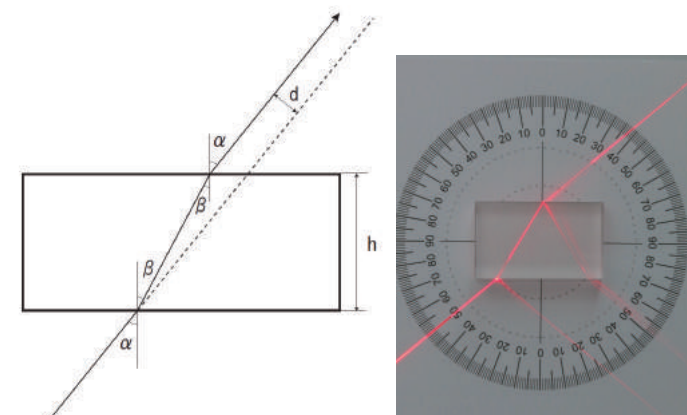

図4：長方形アクリル体での光線のズレ
- ①、水平な台かホワイトボード上に半円アクリル体(大)を角度板(番号F)の角度が読みやすいように設置します。5光線レーザーは光線が1本になるよう設定し、半円体の中心に当たるように設置します。
- ②、最初は半円体の水平面に光線が当たるようにし、反射角と屈折角を様々な入射角で測定します。(このセットのアクリル屈折率は、赤色レーザーで空気→アクリルの時に約1.46です。)
- ③、半円体の円弧に垂直に光線が当たるようにしてアクリル→空気での屈折角を様々な入射角で測定します。この時の屈折率が空気→アクリルでの屈折率の逆数になっていることを確かめます。
- ④、アクリル→空気での屈折の臨界角を測定します。臨界角 i_c が $\sin i_c = \frac{1}{n_{\text{空気} \rightarrow \text{アクリル}}}$ になっていることを確かめます。
- ⑤、長方形アクリル体を設置します。光線がアクリル体を通過するときのズレ(図4)が次の式になることを様々な角度で検証します。